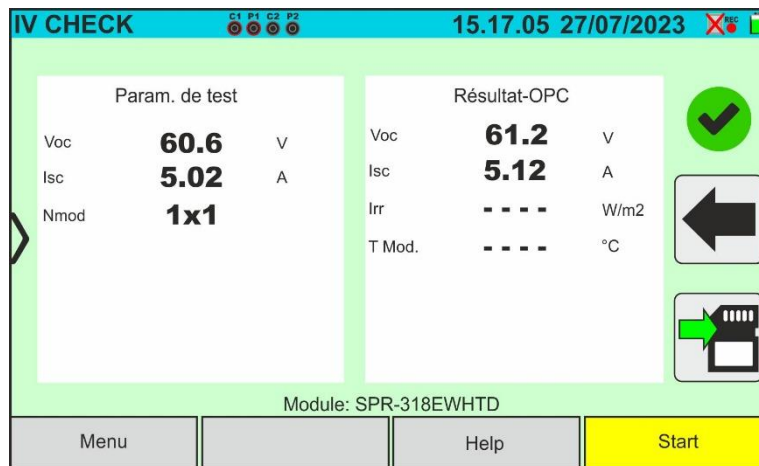

Fig. 76: Résultat mesure test IVCK @OPC avec enregistrement synchrone
16. Appuyer sur la touche **START/STOP** (ou **Start** à l'écran) pour activer les tests. En l'absence de conditions d'erreur, l'instrument affiche l'icône « ⌚ » avec le message « **Mesure...** » pendant quelques instants. L'essai peut prendre **jusqu'à environ 20 secondes** en fonction de la tension à vide et des paramètres des modules. À la fin du test, l'instrument affichera **uniquement les valeurs mesurées à OPC sans les références des valeurs de rayonnement et de température du module** (voir Fig. 76) et il faut attendre la fin de la session de test et la **synchronisation ultérieure** avec l'unité distante SOLAR03 pour obtenir le résultat final (valeurs @ STC) des tests effectués, comme indiqué dans la suivante :